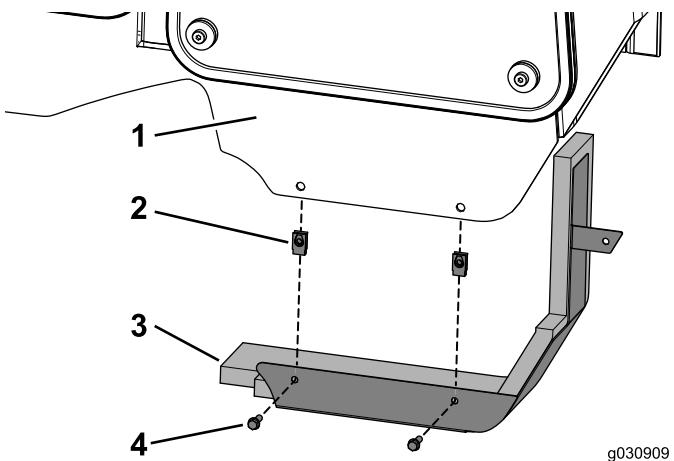

Рисунок 29
1. Установите две гайки с зажимами на раму кабины (Рисунок 29).
- Прикрепите панель в сборе к кабине при помощи двух болтов (1/4 x 3/4 дюйма), как показано на **Рисунок 29**.